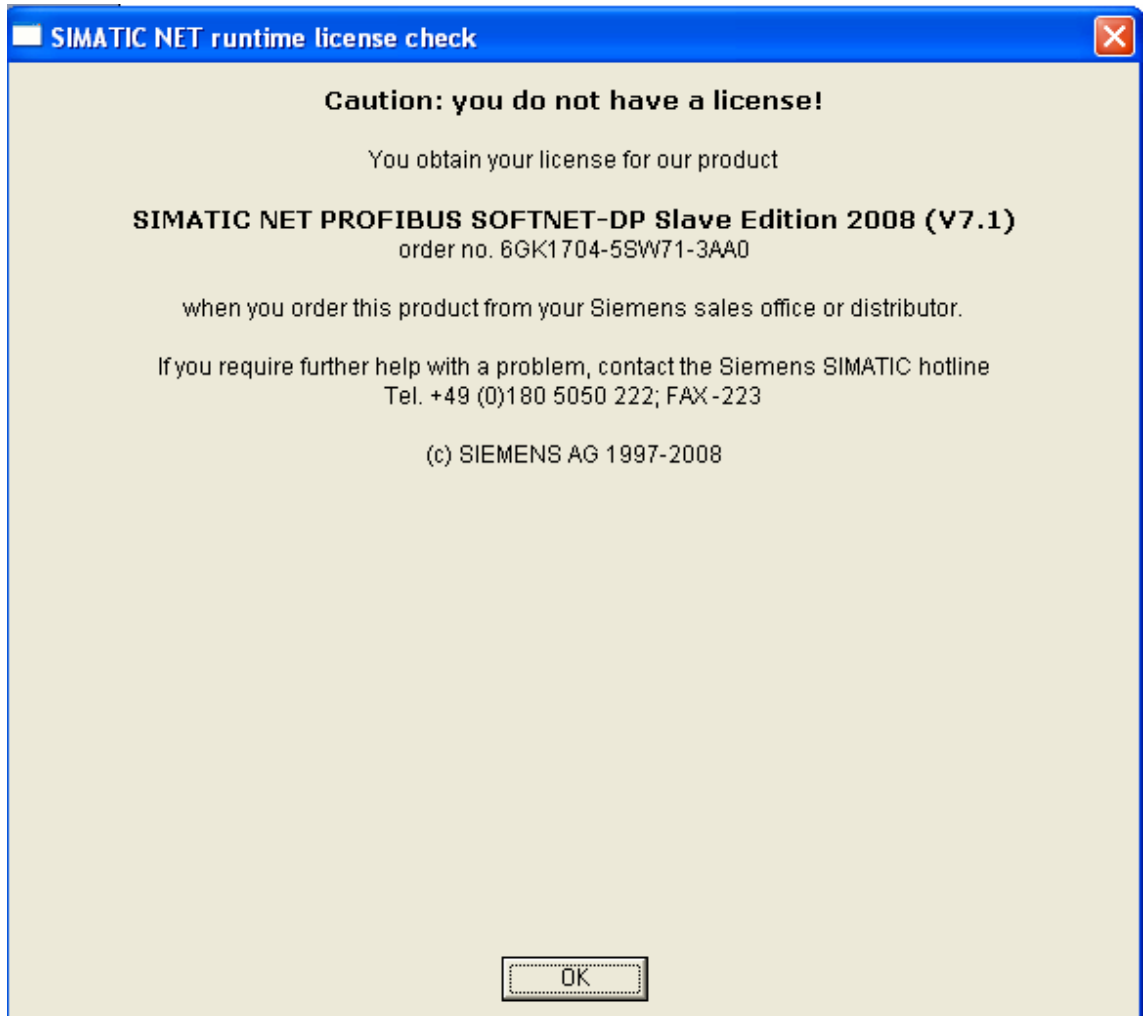

图 9
- 根据 SIMATIC NET 软件版本和通讯方式，需要购买相应的授权，见如下链接。如果没有授权，会提示，如图 9，本例中需要的授权是 SOFTNET-DP SLAVE。